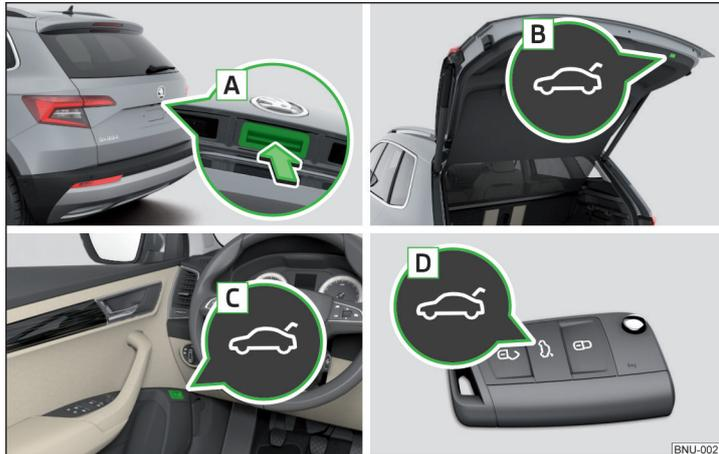

Abb. 55 Klappenbedienung
- ▶ Durch das Drücken des Griffs **A** » Abb. 55.
- ▶ Durch das Drücken der Taste **B** » Abb. 55.
- Die Taste **A** » Abb. 55 wird beim Anfahren bzw. ab einer Geschwindigkeit von mehr als 5 km/h deaktiviert. Nach dem Anhalten und Öffnen einer Tür wird die Taste wieder aktiviert.
- › Die Taste **B** » Abb. 55 auf Seite 67 gedrückt halten, bis ein akustisches Signal ertönt.
| Die Klappe reagiert nicht auf ein Öffnungssignal | Entfernen eines eventuellen Hindernisses (z. B. Schnee), erneutes Öffnen der Klappe » Seite 67 Drücken des Griffs A » Abb. 55 auf Seite 67 und Ziehen der Klappe nach oben |